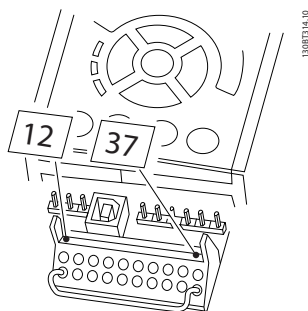

Ilustración 2.1 Puente de conexión entre el terminal 37 y 24 V CC.
1. El puente (conexión) entre el terminal 37 y la entrada de 24 V CC debe eliminarse. No basta con cortar o romper la conexión en puente. Elimínela completamente para evitar un cortocircuito. Véase el puente de la *Ilustración 2.1*.